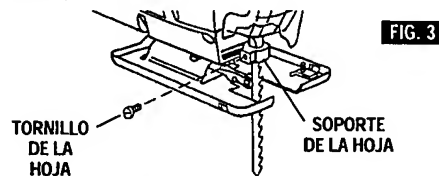

FIG. 3
1. Afloje el tornillo que está en el soporte de la hoja e introduzca la hoja hasta la profundidad máxima con los dientes orientados hacia el sentido de corte tal como se muestra en la (Fig. 3).